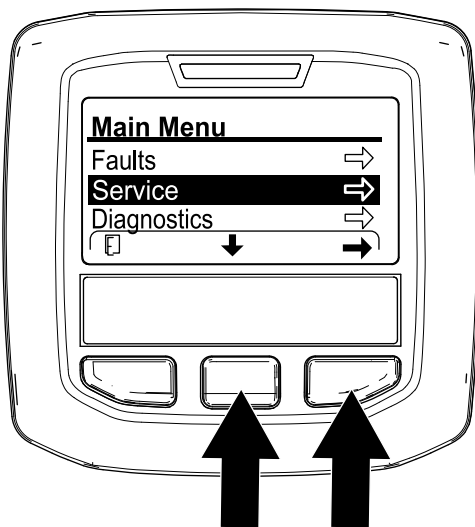

图 103
3. 在 InfoCenter 信息中心内导航至 MAIN MENU主菜单 图 103。